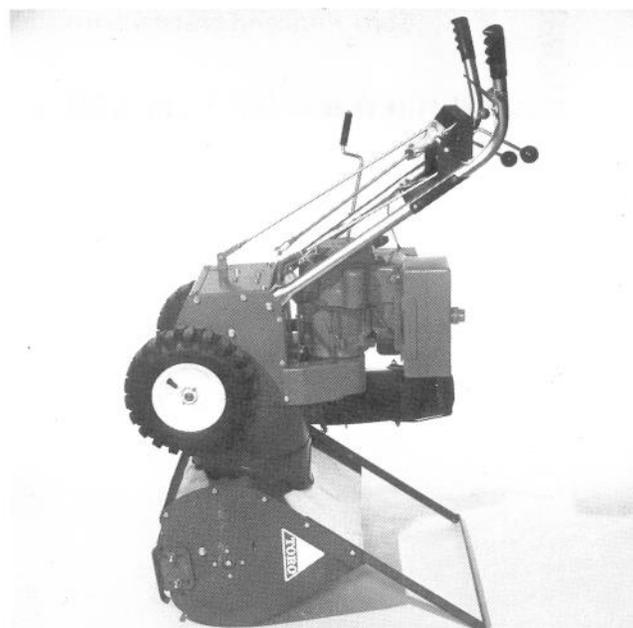

Abb. 38
8. Wenn die Schneefräse mit der Schneid- und Aufstelleiste ausgerüstet ist, kann sie stehend aufbewahrt werden (Abb. 38). Der Kraftstofftank muss unbedingt entleert werden, ehe man die Schneefräse senkrecht auf das Räumgehäuse stellt.